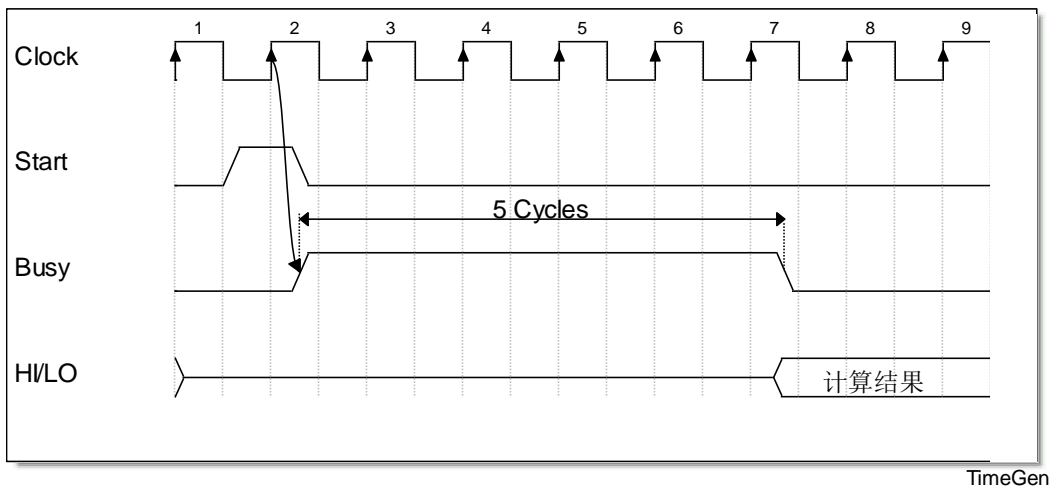

图 2 乘法执行延迟(5 cycles)
- b) 乘除法运算延迟。我们假定乘/除部件的执行乘法的时间为 5 个 cycle(包含写入内部的 HI 和 LO 寄存器)，执行除法的时间为 10 个 cycle。你在乘/除部件内部必须模拟这个延迟，即通过 Busy 标志来反映这个延迟。图 2 给出了乘法的计算延迟。